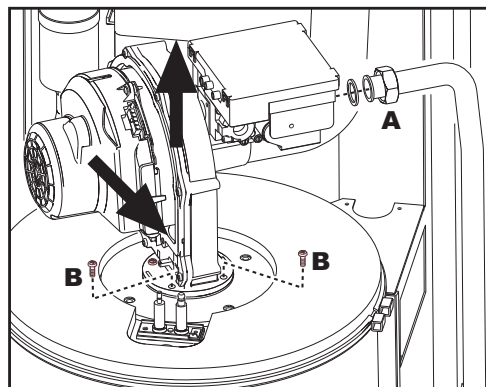
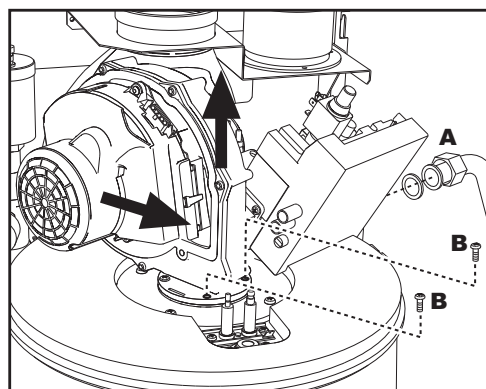

fig. 54 - modelo ENERGY TOP B 80 - 160
fig. 55 - modelo ENERGY TOP B 125 - 250
4. Aflojar la tuerca de fijación "A" de la válvula del gas (fig. 54 y fig. 55).
5. Desenroscar los dos tornillos de fijación "B" y extraer el grupo ventilador como se indica en la fig. 54 para el modelo **ENERGY TOP B 80 - 160** y en la fig. 55 para el modelo **ENERGY TOP B 125 - 250**.